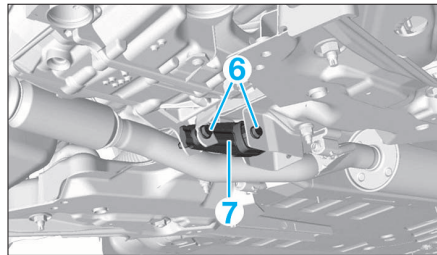

FIG. 13
- Déposer les vis (6) et la biellette anticouple (7) (Fig.13).